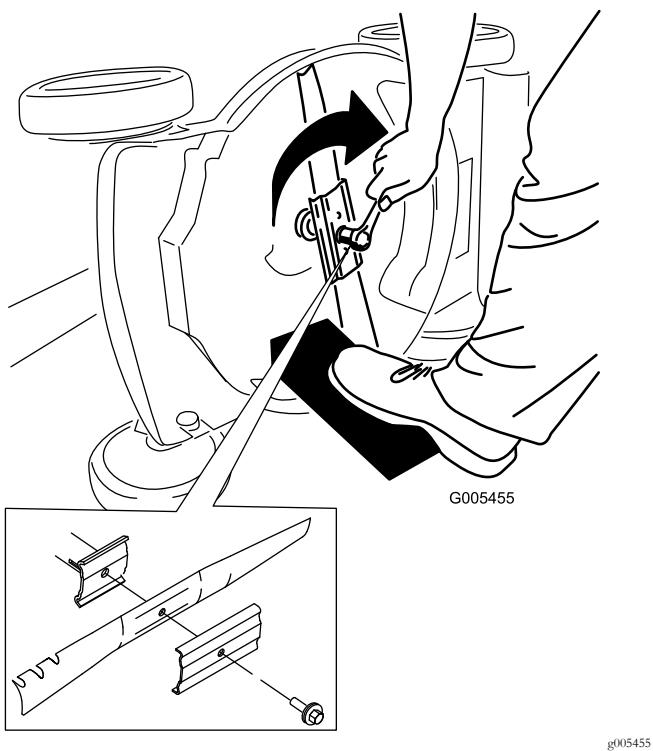

**Figure 29**
3. Immobilisez la lame avec un morceau de bois (Figure 29).
4. Déposez la lame mais ne jetez pas les fixations (Figure 29).